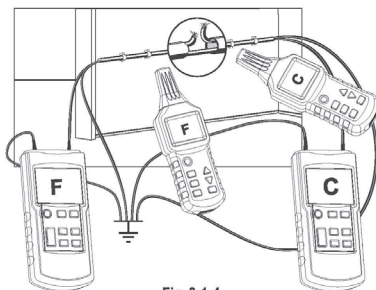

Fig. 3-1-4
- *Todas las líneas que no estén siendo utilizadas deben estar conectadas a la toma de tierra auxiliar como se muestra en la Fig.3-1-4.
Si los emisores están conectados de acuerdo a la Fig. 3-1-4, el receptor indicará C en el lado izquierdo de la rotura de la línea. Si el receptor va más allá de la posición de la rotura hacia la derecha, mostrará F. Si estas directamente encima de la rotura, no se muestra ninguna línea de código, debido a la superposición de ambas señales del emisor.